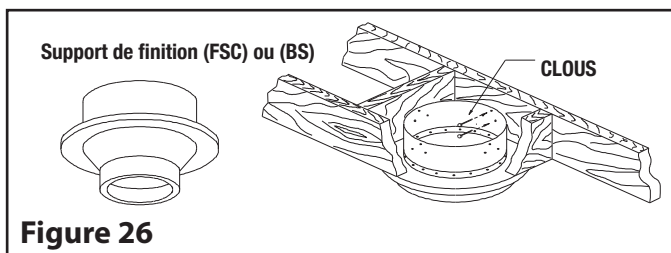

Figure 26
Étape 4. Par dessous, installez un coupe-feu (BF) à chaque étage traversé par la cheminée (voir Figure 26).